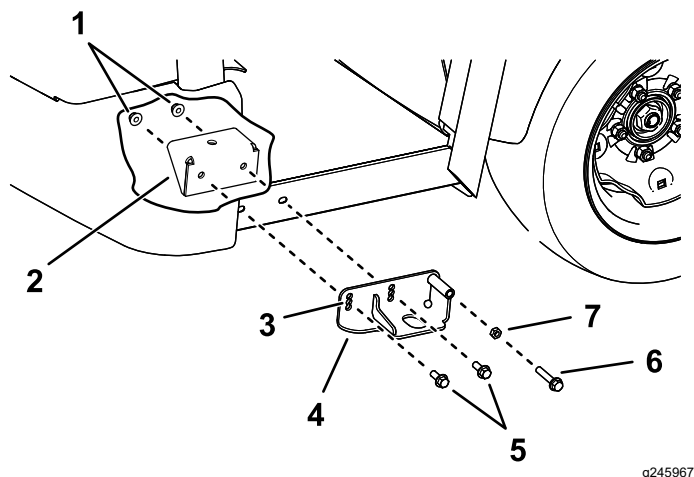

Figura 26
3. Montați ansamblul de montare stânga și ansamblul de montare dreapta pe suporturile de montare cabină față folosind 2 uruburi cu guler și cap hexagonal ($\frac{3}{8} \times 1"$) și 2 piulițe cu guler ($\frac{3}{8}"$) pe fiecare parte (Figura 26).
4. Montați urubul de reglare ($\frac{3}{8} \times 2"$) și piulia hexagonală ($\frac{3}{8}"$) pe ansamblul de montare stânga și ansamblul de montare dreapta, pe fiecare parte a mainii (Figura 26).
Utilizați urubul de reglare (Figura 26) pentru a centra cabina.